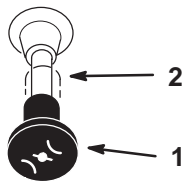

Figure 15
7. Lorsque le moteur a démarré, amenez progressivement la manette de starter en position Hors service (Fig. 15). Si le moteur cale ou hésite, ramenez la manette de starter à la position En service pendant quelques secondes. Réglez ensuite le levier d'accélérateur à la position voulue. Répétez l'opération si nécessaire.